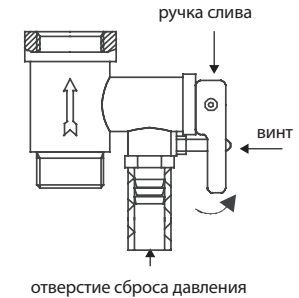

Рис. 7
6. Помните о контрольных проверках исправности действия предохранительного клапана каждые 14 дней. Способ проверки: перевести ручку слива в верхнее положение до ощущения перехода резьбы, и тогда из отверстия клапана должна потечь вода (рис. 7).